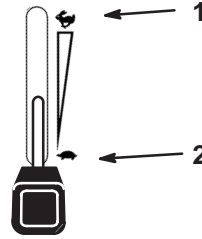

Figure 16
1. Débrayez la PdF (Fig. 16).
1. Réglez la manette d'accélérateur à mi-course entre les positions de Ralenti et de Régime maximum (Fig. 16).